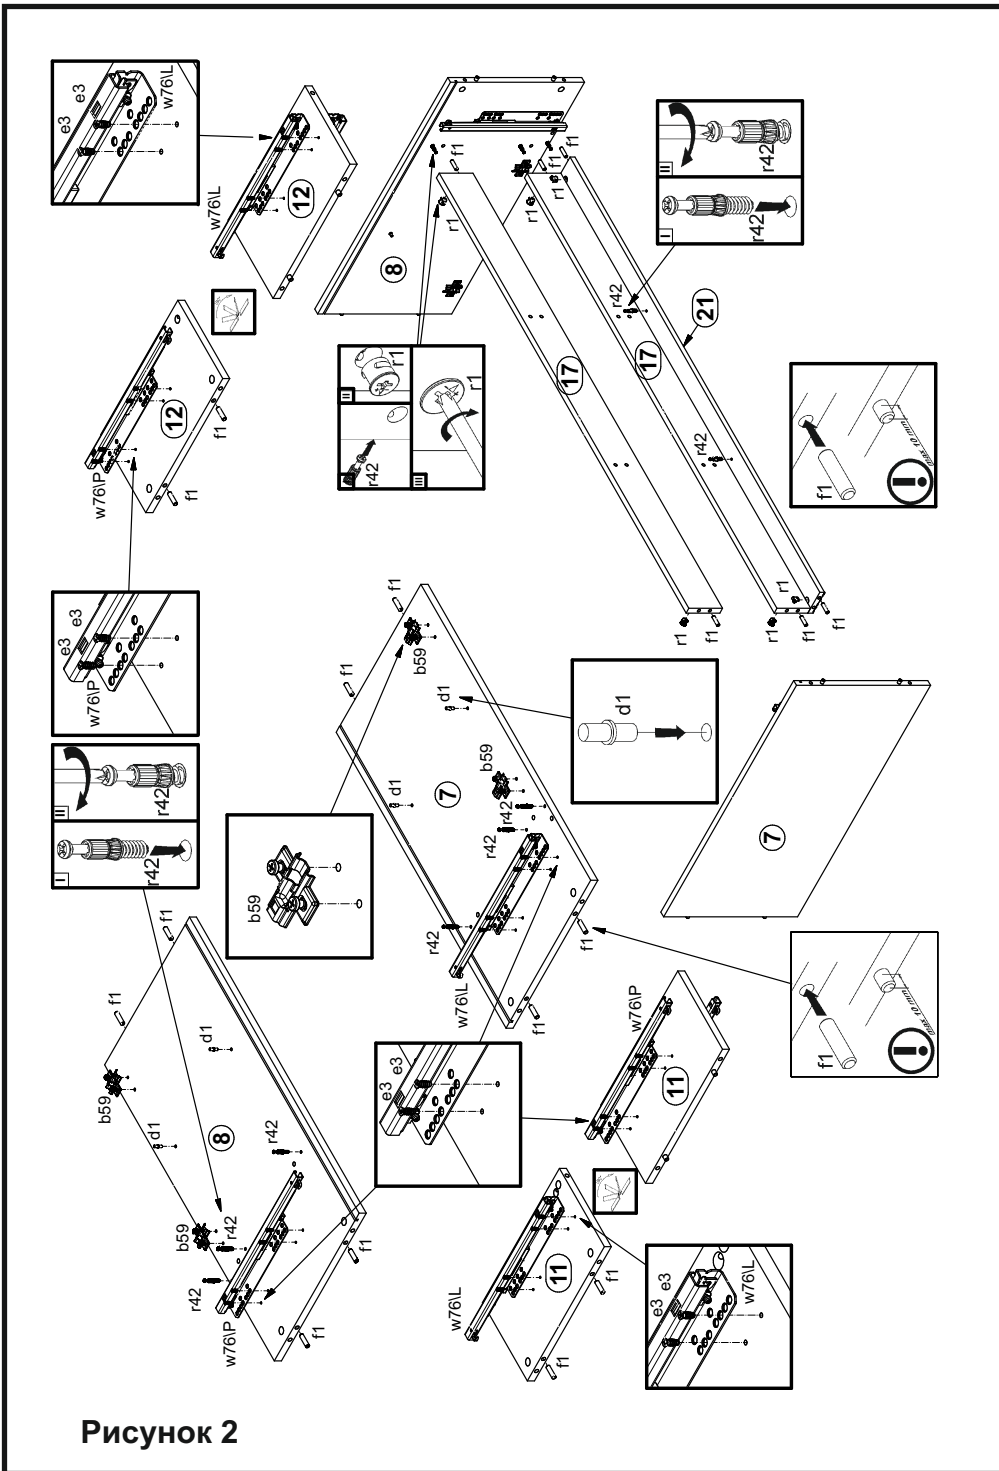
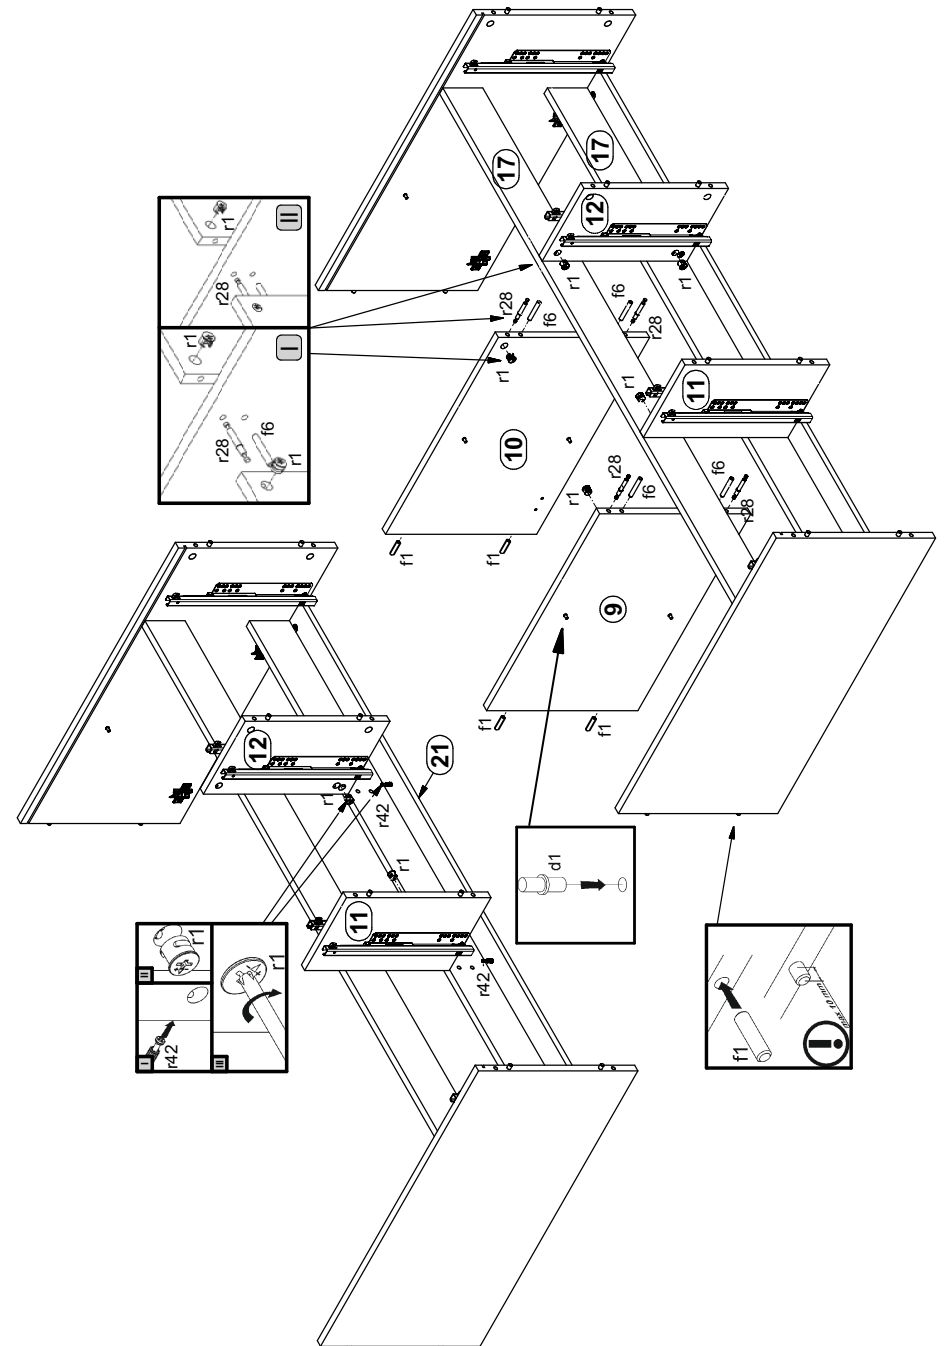
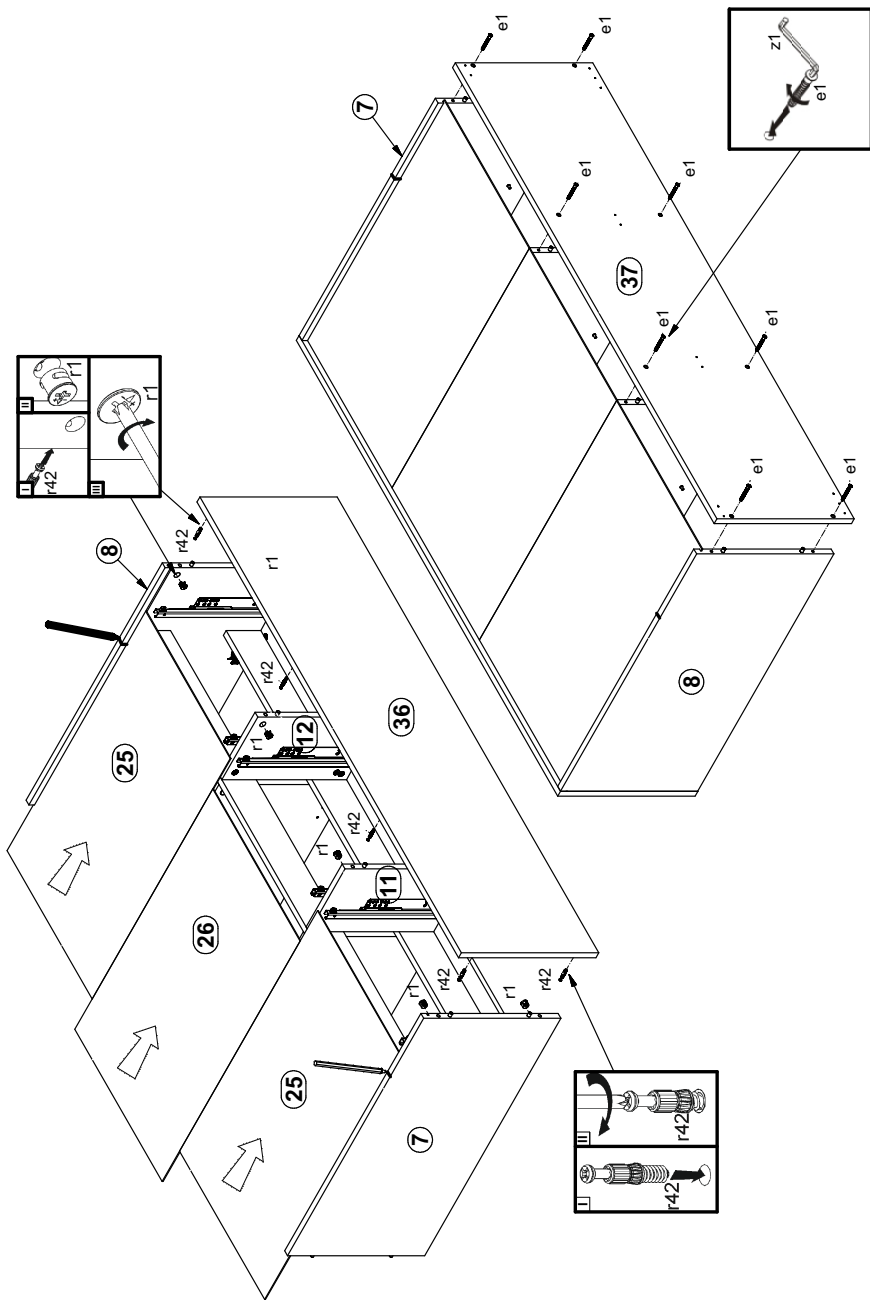

Рисунок 2
Рисунок 3
Рисунок 4
2. В отверстия  $\varnothing 8$  мм на верхних и нижних кромках стенок боковых 7, 8 (см. рис. 2), на верхних кромках стенок средних 11,12 (см. рис. 2), на боковых кромках цоколей 17, планки декоративной 21 (см. рис. 2), на нижних кромках стенок средних 9, 10 (см. рис. 3) вбить деревянные шканты f1.
2. В отверстия  $\varnothing 8$  мм на верхних кромках стенок средних 9, 10 (см. рис. 3) вбить деревянные шканты f6.
3. В отверстия  $\varnothing 5$  мм на внутренних поверхностях стенок 7, 8 закрепить ответные планки петли b59 (см.рис. 2).
5. В отверстия  $\varnothing 5$  мм на внутренних поверхностях стенок 7, 8, 11,12 закрепить направляющие w76lP и w76lL шурупами e3 (см.рис. 2).
7. В отверстия  $\varnothing 5$  мм на внутренних поверхностях стенок 7, 8 (см. рис. 2), стенку 9, 10 (см. рис. 3), установить полкодержатели d1
8. В отверстия  $\varnothing 5$  мм на внутренних поверхностях стенок 7, 8 (см. рис. 2), на нижней поверхности щита 36 (см. рис. 4) вкрутить винты стяжки r42.
9. В отверстия  $\varnothing 15$  мм на нижних поверхностях цоколей 17 (см. рис. 2), на задней поверхности планки 21 (см.рис. 2), на боковых поверхностях стенок 7, 8 (см. рис. 4) вставить стяжки эксцентровые r1.
10. Соединить детали 7, 8, 17, 21 и затянуть стяжки эксцентровые r1, пользуясь отверткой (см. рис. 2). Стяжки эксцентровые r1 закрыть заглушками s2.
11. Присоединить стенки 11,12 к планке 21 и затянуть стяжки эксцентровые r1, пользуясь отверткой (см. рис. 3). Стяжки эксцентровые r1 закрыть заглушками s2.
12. Соединить детали 9,10,11,12 с помощью шкантов f6 и затянуть стяжки эксцентровые r1, пользуясь отверткой (см. рис. 3).
13. В пазы деталей 7, 8, 36 вставить стенки задние 25, 26 (см. рис. 4).
14. Присоединить щит 37 к стенкам 7, 8, 9, 10 затянуть конформаты e1, пользуясь ключом z1 (см. рис. 4).